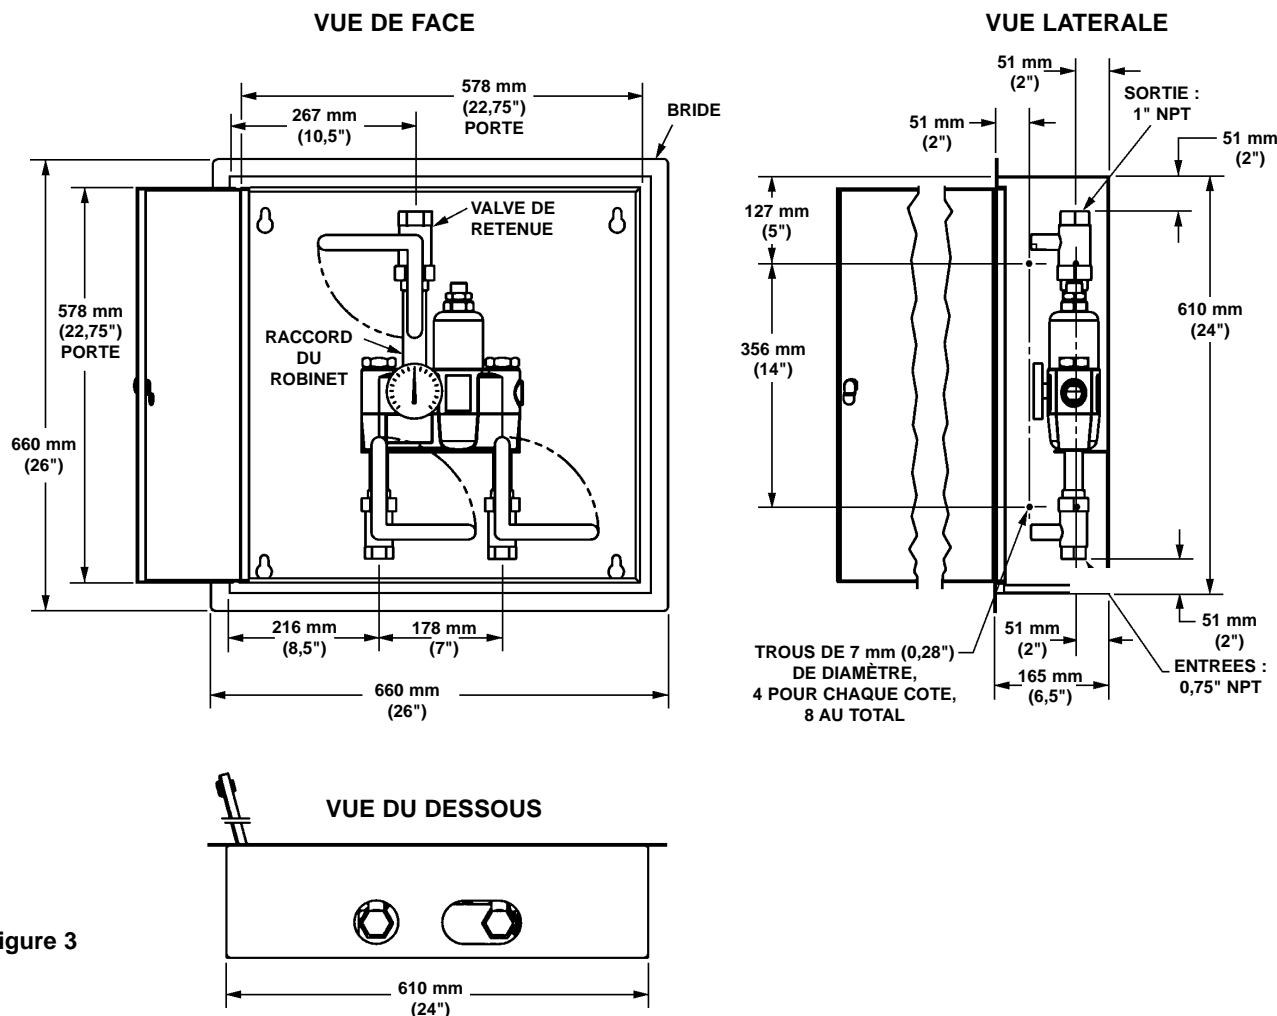

Figure 3
1. Pratiquer une ouverture initiale de 62 cm L x 62 cm H (24,5" x 24,5") dans le mur, pour y fixer le cabinet (voir Figure 3).
2. Mesurer et marquer l'emplacement des trous pour le montage, selon les dimensions indiquées à la Figure 3. Si nécessaire, installer quatre ancrages muraux de 1/4" (fournis par l'installateur).